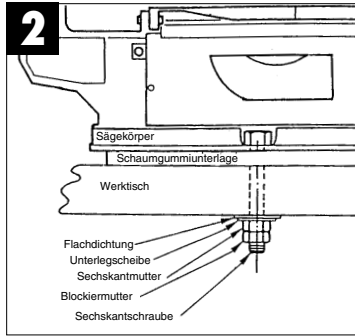

Abb. 2
8.2. Ein- Ausschalter (2; Abb. 2)